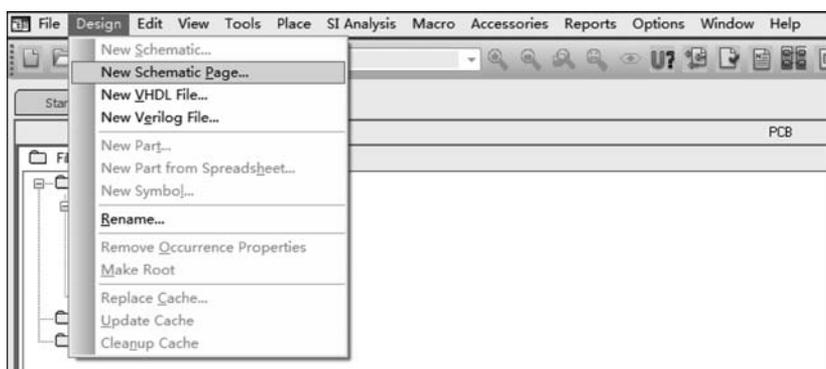

图 3.8 新建页面 1
- (1) 单击 Design→New Schematic Page 选项,如图 3.8 所示。